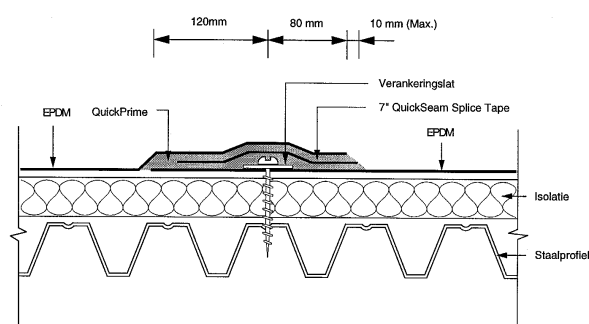

Fig. 6
4.3.3.2 Bevestigingssysteem "BIS" (fig. 6)